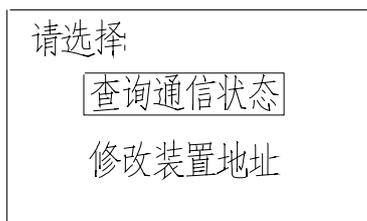

图 7-13 通信子菜单
- 7.6. **通信:** 该菜单分二个子菜单. 如图 7-13。